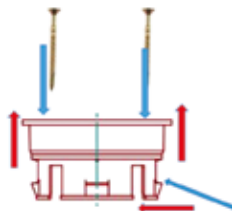

Abb. 5-17: Montage schraubbarer Verbinder
1. Les batteries sont reliées à l'aide des connecteurs en ligne isolés (fig. 5-17). Pour le branchement en ligne, le pôle négatif d'une batterie est relié au pôle positif de la batterie suivante, jusqu'à ce que tout le système atteigne la tension requise.